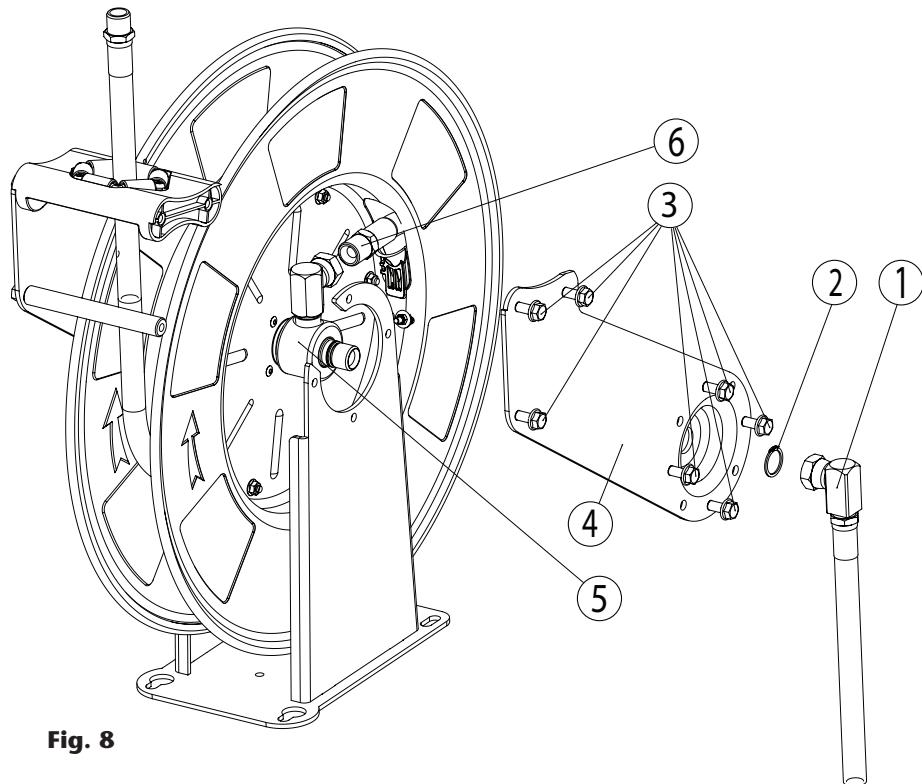

Fig. 8
1. Desconecte la manguera de la rótula (6) (fig. 8).
2. Desconecte la manguera de acometida aflojando el racor de acometida (1) (fig. 8), y retire el circlip de seguridad (2) (fig. 8).
3. Desenrosque los tornillos (3) (fig. 8), lo que permitirá desmontar el brazo superior del enrollador (4).
4. Saque el conjunto rótula (5) (fig. 8) y sustituya las juntas (6) (fig. 9).
5. Desmonte el brazo (4) (fig. 8), para ello retire el circlip de seguridad (2) (fig. 8) y Desenrosque los tornillos (3) (fig. 8).